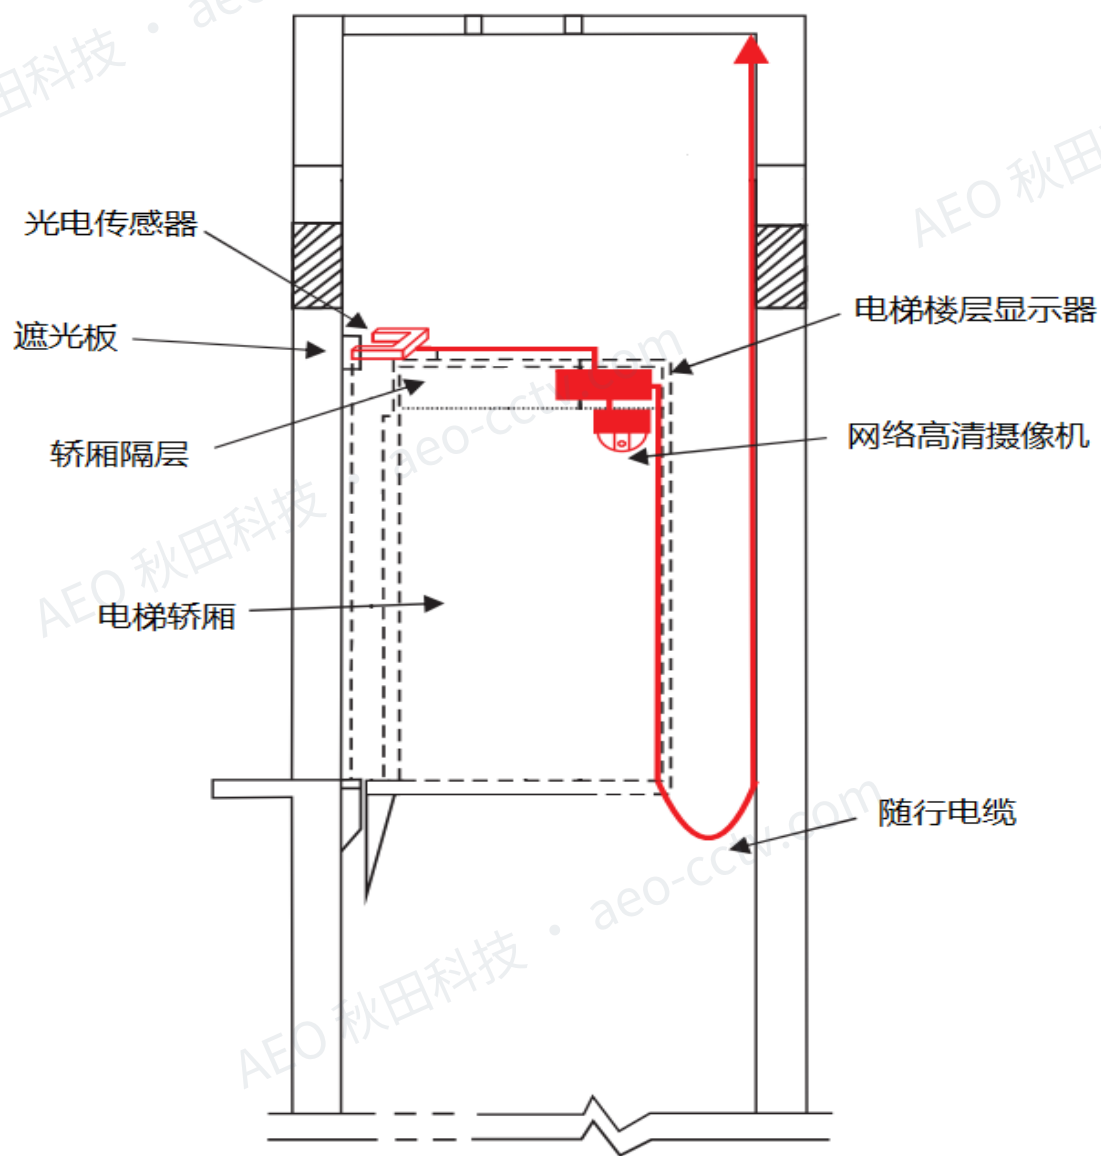

图 2.1
- 如若采用光电传感器（以下简称光感），则将光感固定在电梯的传感器组上(光感的尾端带有两个安装螺母以用来固定本体，亦可用扎带固定但不可遮挡住光口)，并保证电梯平层时遮光板能在光感的“U”型口中。安装后，电梯运行时，遮光板能挡住光感的三对光口，并确保遮光板能在光感的中间自由穿行，但也要注意不能让光感碰到遮光板或其它的电梯配件。连接方式如(图 2.1，图 2.2，图 2.3)所示。